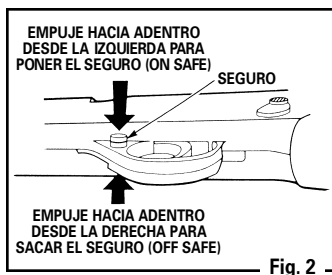

Fig. 2
- Empuje el seguro desde el lado izquierdo completamente hacia adentro. (Fig. 2).